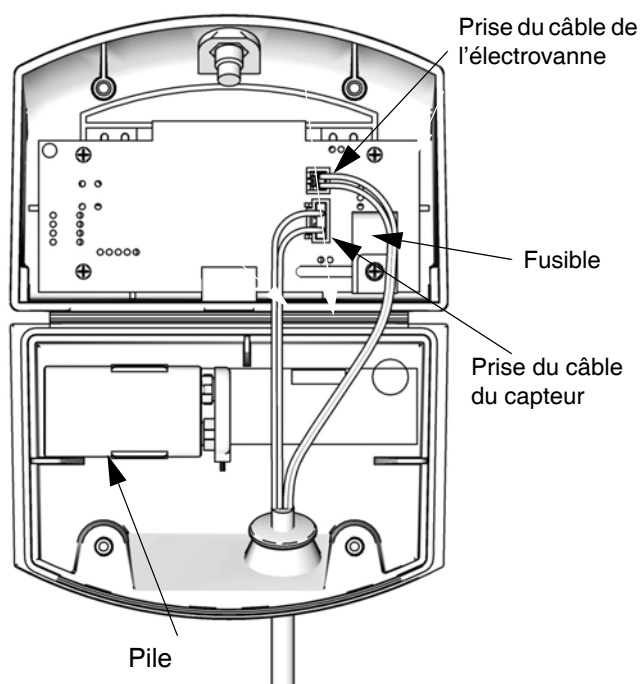

FIG. 34. Emplacement de la pile et du fusible du DataTrak
5. Sortir la pile usée et le remplacer par une pile approuvée. Voir FIG. 34.